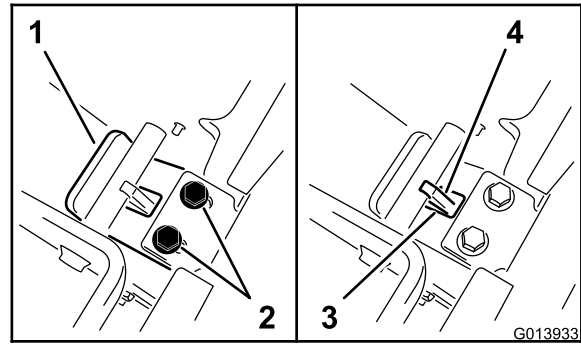

Bild 9
2. Während Sie den Druck auf der Rückplatte beibehalten, lassen Sie die Anhängerkupplung auf Sie zu gleiten, bis die Lippe der Anhängerkupplungsplatte die Querstrebe berührt (Bild 9).